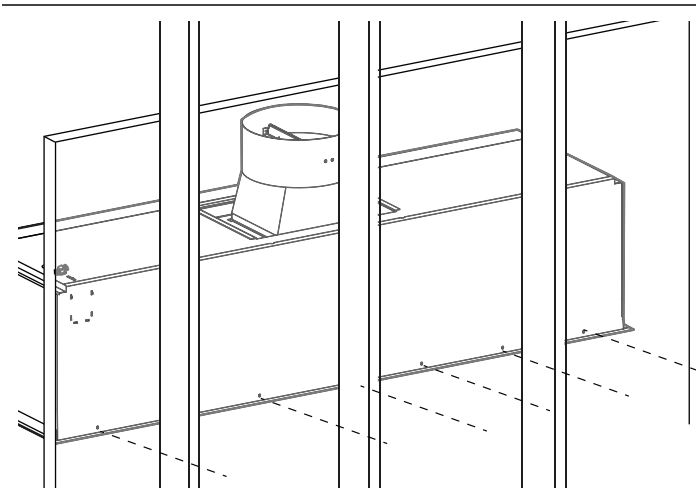

Figure 10 : Vis arrière
b) Fixez l'arrière du boîtier à l'aide de six vis de montage 1 po (25,4 mm), comme illustré sur la Figure 10.